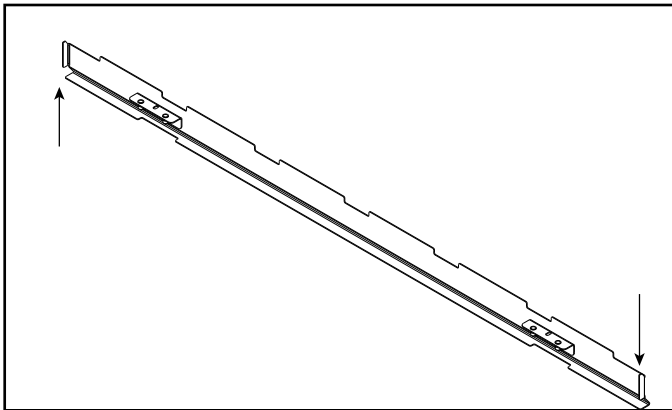

Figure 11.17 Languettes de positionnement de l'assemblage de la barre de retenue de la vitre
- Alignez la barre de maintien de la vitre avec le canal de maintien de l'appareil. Utilisez les languettes de positionnement sur les côtés de la barre de retenue de la vitre pour vous aider à la centrer à gauche et à droite. Voir la figure 11.17.